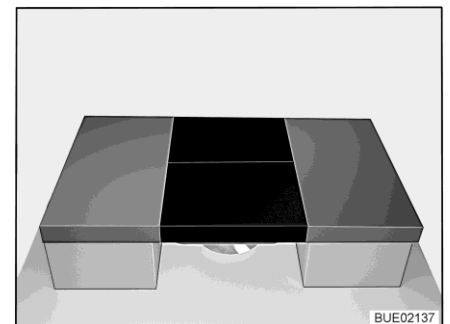

Fig. 168 Después de la transformación
- Colocar dos cojines adicionales en la mesa (véase Fig. 168).